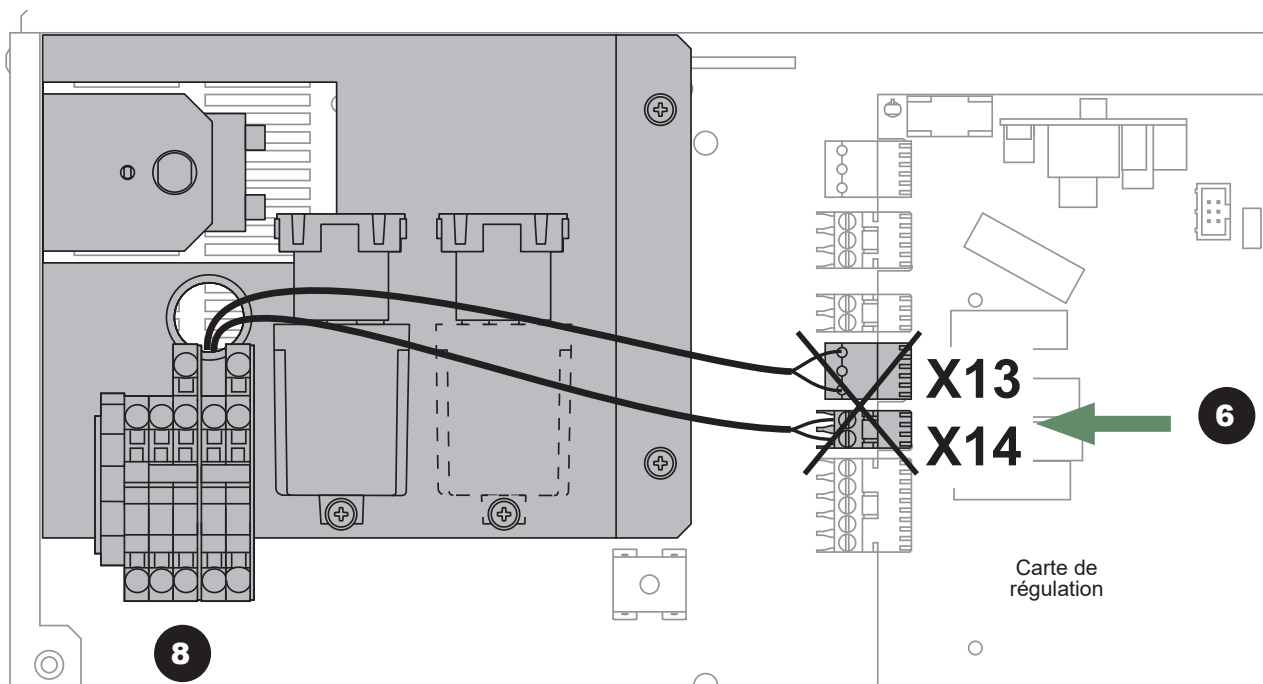

fig. 6 - Déconnexion de l'appoint électrique monophasé
- **6** - Déconnecter les connecteurs X13 et X14 (appoint électrique monophasé, voir *fig. 6*).